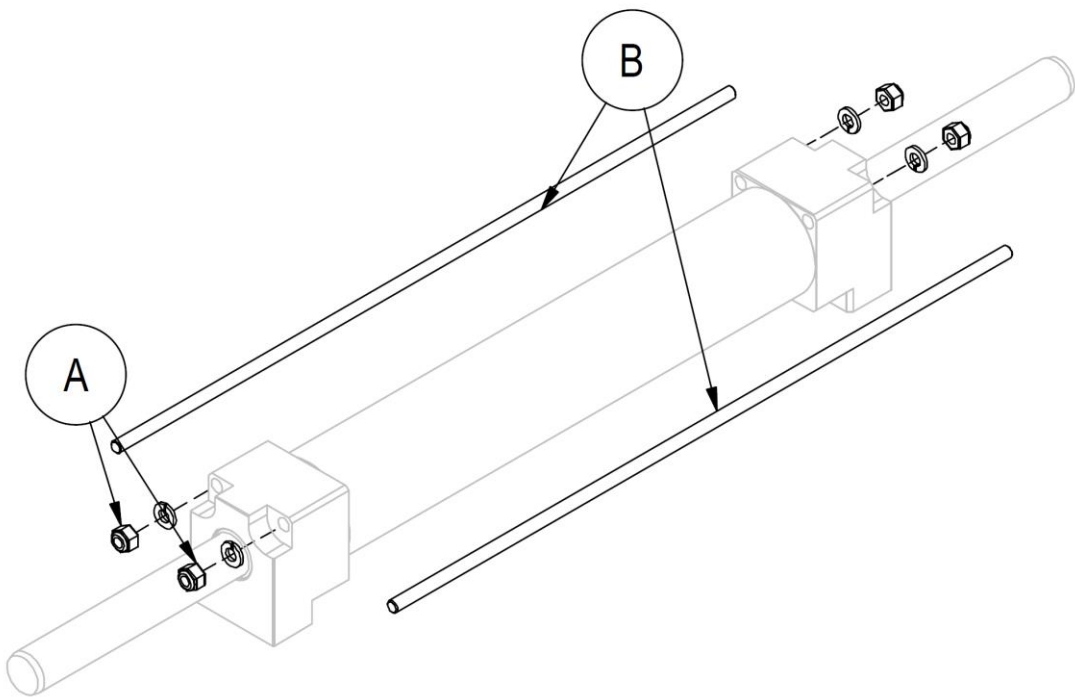

Figura 34
1. Quite las tuercas **A** de un extremo del cilindro y quite los tirantes **B** (mira *Figura 34*).